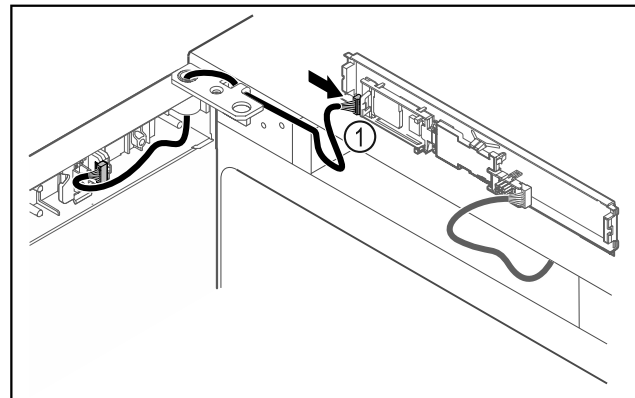

Fig. 35
- Brancher le connecteur Fig. 35 (1) sur la platine.